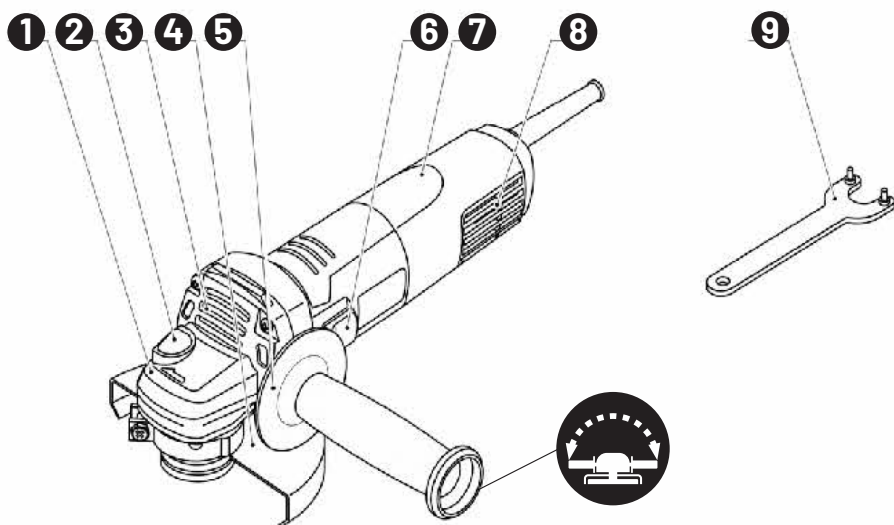

FIG.1
Ekstra håndtak (se fig. 1)
- Bruk alltid tilleggshåndtaket (5) når du bruker verktøyet.
- For å montere eller demontere håndtaket, følg fremgangsmåten vist i fig. 1.